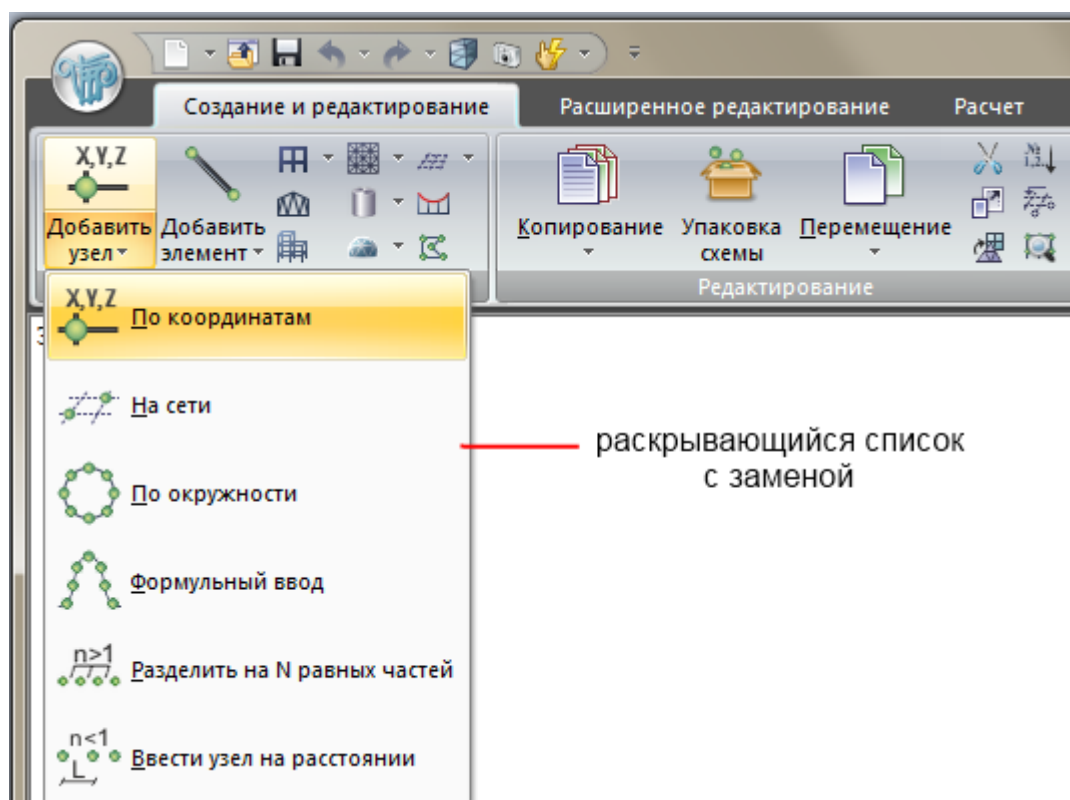

Рис.3. Организация работы кнопок в панелях ленты
- Большие кнопки с текстом в виде раскрывающихся списков (рис.3);